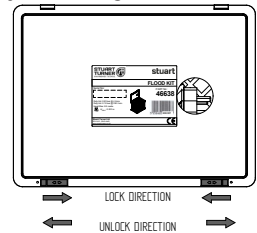

Fig. 2
- 1. Open lid to access unit (Fig. 2).